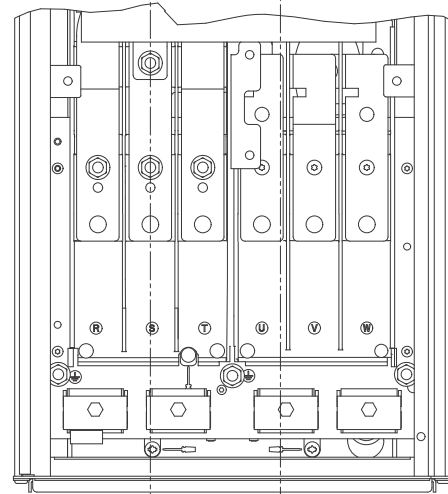

Рис. 11 Заземление, подключение сети питания и двигателя
1. Подключите заземляющий провод к клемме 99 (PE). См. рис. 11.
2. Подключите провода двигателя к клеммам 96 (U), 97 (V), 98 (W).
1. Подключите заземляющий провод к клемме 95 (PE). См. рис. 11.
Выберите соответствующие расположения клемм с учетом конструкции подсоединения кабеля. См. рис. 11.